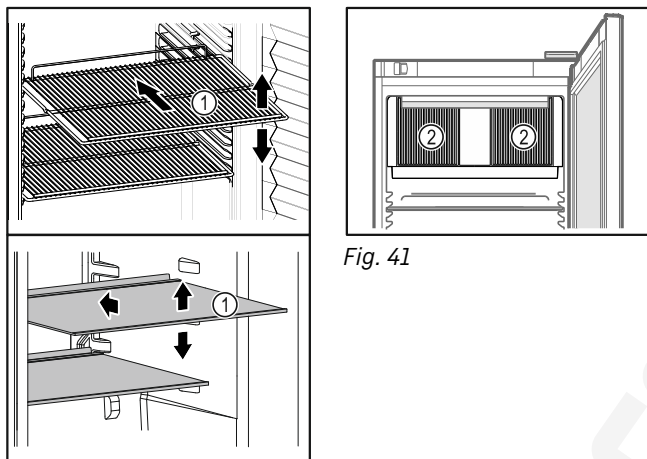

Fig. 40 Példaként szolgáló ábrázolás
- ❑ Ha a tárolófelületek Fig. 40 (1) áthelyezhetők, akkor igazítsa be őket a kívánt magasságnak megfelelően.